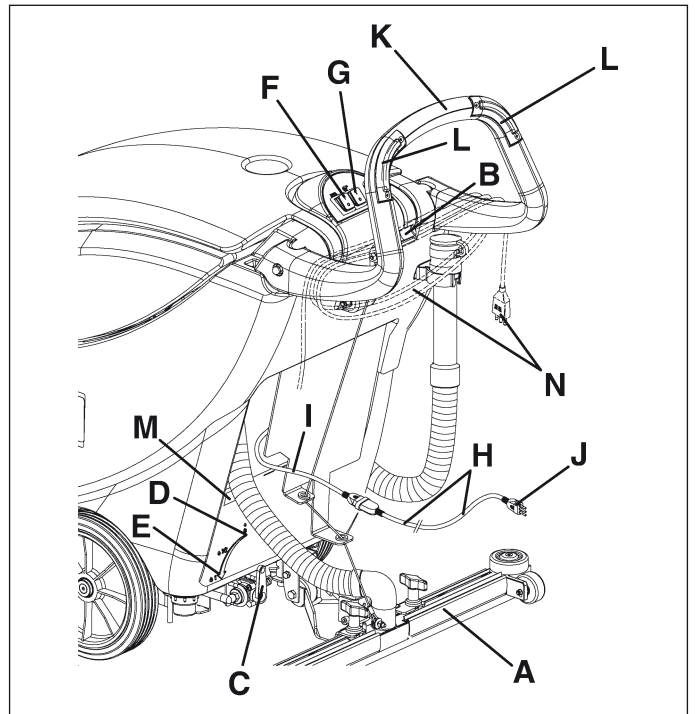

Figure 8
Conectar la extensión en dotación (H, Fig. 8) al cable de alimentación (I). Conectar el enchufe (J) de la extensión a la red eléctrica.
**Antes de conectar la máquina a la red eléctrica, asegurarse de que la frecuencia y la tensión indicadas en la placa del número de serie y de los datos técnicos (M, Fig. 8) coincidan con la tensión de la red.**
3. Bajar la boquilla (A, Fig. 8) empujando la palanca (B) hacia abajo.
4. Colocar la palanca de ajuste de flujo de la solución detergente (C, Fig. 8) en una de las siguientes posiciones posibles, según el tipo de lavado de efectuar:
- **Sistema ECO:** llevando la palanca (C, Fig. 8) en la posición "ECO" (D), la máquina trabaja en una condición particular (economy) de utilización programada del agua; en efecto con un flujo predeterminado y constante, la máquina puede trabajar con una autonomía de lavado de 70-80 minutos [0.08 galones/min (0.3 litros/min)].
- **Sistema variable:** girando la palanca hacia la izquierda en la parte relacionada con el flujo variable, es posible aumentar el flujo hasta una capacidad máxima de 0.26 galones/min (1 litro/min), en correspondencia de la posición (E, Fig 8).
5. Poner los interruptores (F y G, Fig. 8) en posición "I".
6. Con las manos sobre el manillar (K, Fig. 8), poner en marcha la máquina apretando uno o ambos los interruptores de consenso (L).
7. Soltar los interruptores (L, Fig. 8).
8. Poner los interruptores (F y G, Fig. 8) en posición "0".
9. Desconectar el enchufe (J) del cable de alimentación de la red eléctrica. Si necesario, envolver el cable de alimentación (H, Fig. 8) alrededor del manillar en posición (N).
10. Levantar la boquilla empujando la palanca hacia arriba hasta el tope (B, Fig. 8).